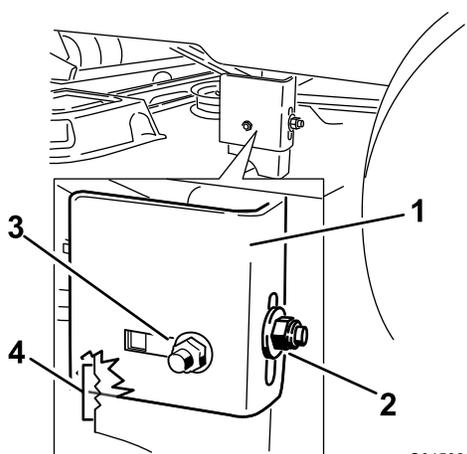
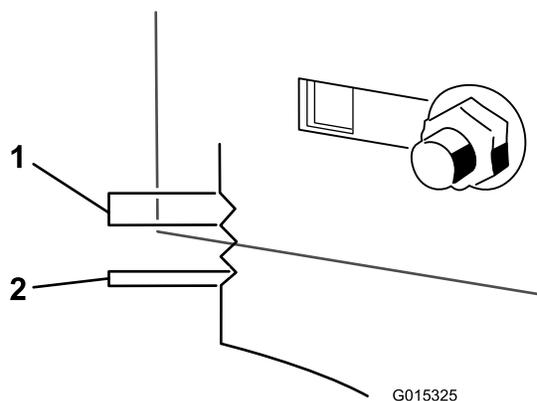

Figura 51
Figura 52
10. Allentate il dado di bloccaggio laterale sul supporto di sospensione appena a sufficienza per poter regolare la sospensione (Figura 51). Utilizzate le tacche sulla staffa saldata per prendere le misure delle regolazioni. La superficie di ciascuna tacca corrisponde a 6 mm, mentre un singolo lato corrisponde a 3,2 mm (Figura 52). Regolate l'altezza del piatto di taglio sul valore desiderato.
11. Fermate il piatto di taglio nella posizione regolata e serrate il dado di bloccaggio posteriore sul supporto di sospensione per fissare la nuova posizione (Figura 51). Serrate il dado di bloccaggio laterale sul supporto di sospensione.